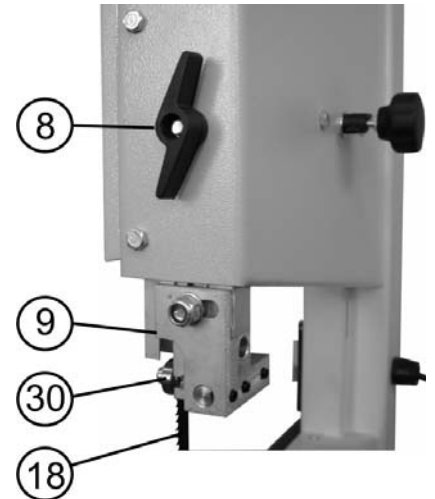

Рис. 11
11.6. Регулировка высоты пиления (Рис. 11)